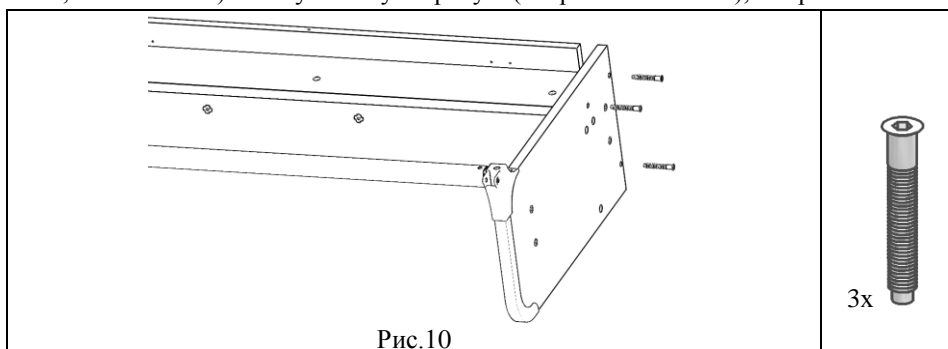

Рис.10
5.1.7. К сборке по п.5.1.6 прикрутить с помощью винтов конфирмат (поз. 1, пакет № 148) стенку боковую правую (сборка по п.5.1.2.3), см. рис.10.